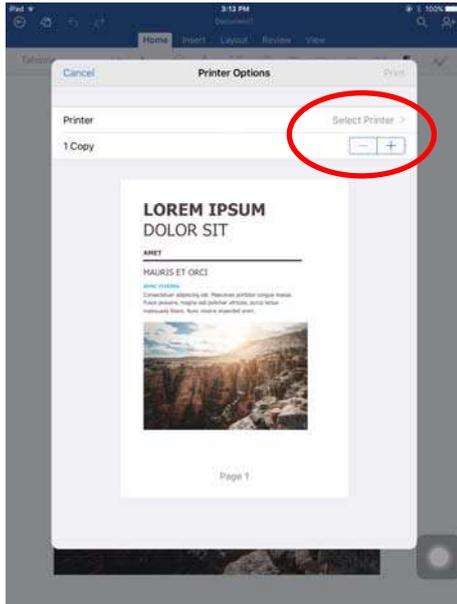

Figura 41
2.5 Cuando aparezca la interfaz de opciones de impresión, haga clic en selección de impresora (Figura 41).